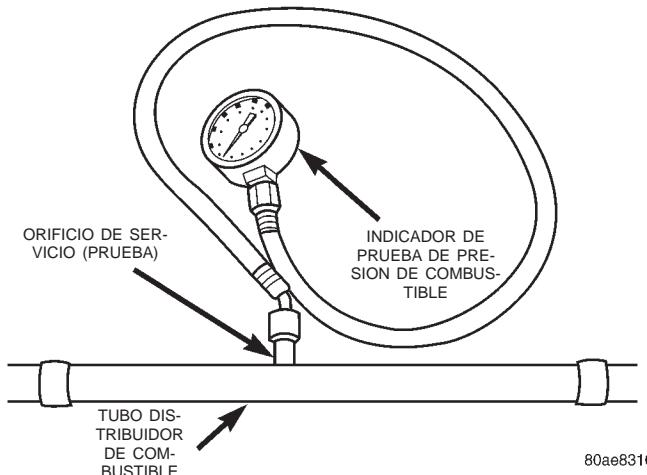

Fig. 7 Indicador de prueba de presión de combustible (Instalación característica del indicador en el orificio de prueba)
(1) Retire el tapón protector del orificio de prueba en el tubo distribuidor de combustible. Conecte el indicador de presión de combustible de 0–414 kPa (0–60 psi) (del juego de indicadores 5069) al racor de presión del orificio de prueba en el tubo distribuidor de combustible (Fig. 7).